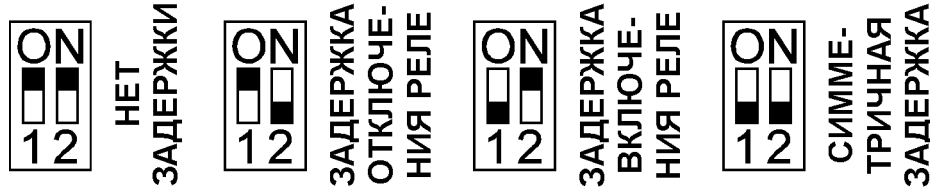

Рис. 3. Внутренние переключатели датчика.
Задержка между появлением (пропаданием) сигнала и переключением контактов реле задается регулятором «Время» и состоянием переключателей 1 и 2. Если необходима только задержка включения или задержка выключения, то размыкается один из переключателей, при необходимости симметричной задержки – оба. Состояние переключателей показано на рис. 3.
5. Установить переключатели датчика в положение «Нет задержки» (рис. 3).
10. Установить переключатели времени задержки согласно рис. 3. Регулятором «Время» следует установить задержку на переключение контактов реле.